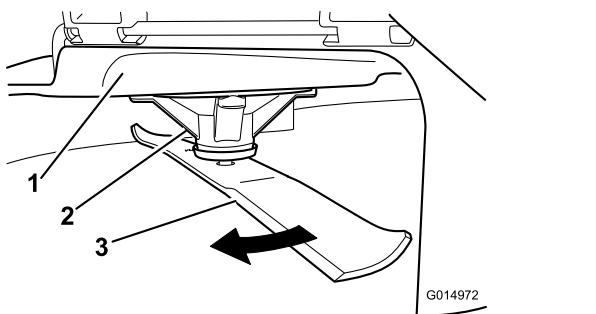

Рисунок 70
2. Используя толстые перчатки или другие подходящие средства защиты рук, медленно поверните нож в положение, позволяющее измерить расстояние от режущей кромки до уровня горизонтальной поверхности, на которой стоит машина (Рисунок 70).